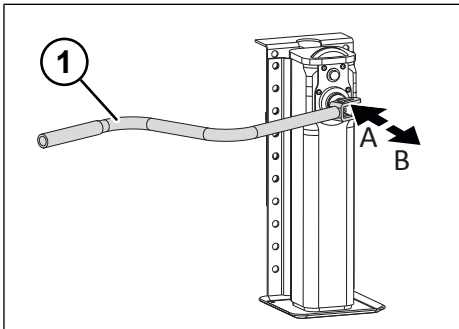

Abb. 5-5: Lastgang und Schnellgang der Heckstütze
- ▶ Schnellgang durch Herausziehen der Handkurbel einschalten (siehe "Abb. 5-5: Lastgang und Schnellgang der Heckstütze", S. 25).
- ▶ Lastgang durch Hineindrücken der Handkurbel einschalten (siehe "Abb. 5-5: Lastgang und Schnellgang der Heckstütze", S. 25).
- ▶ Lastgang durch Hineindrücken der Handkurbel einstellen (siehe "Abb. 5-5: Lastgang und Schnellgang der Heckstütze", S. 25).
- ▶ Schnellgang durch Herausziehen der Handkurbel einstellen (siehe "Abb. 5-5: Lastgang und Schnellgang der Heckstütze", S. 25).